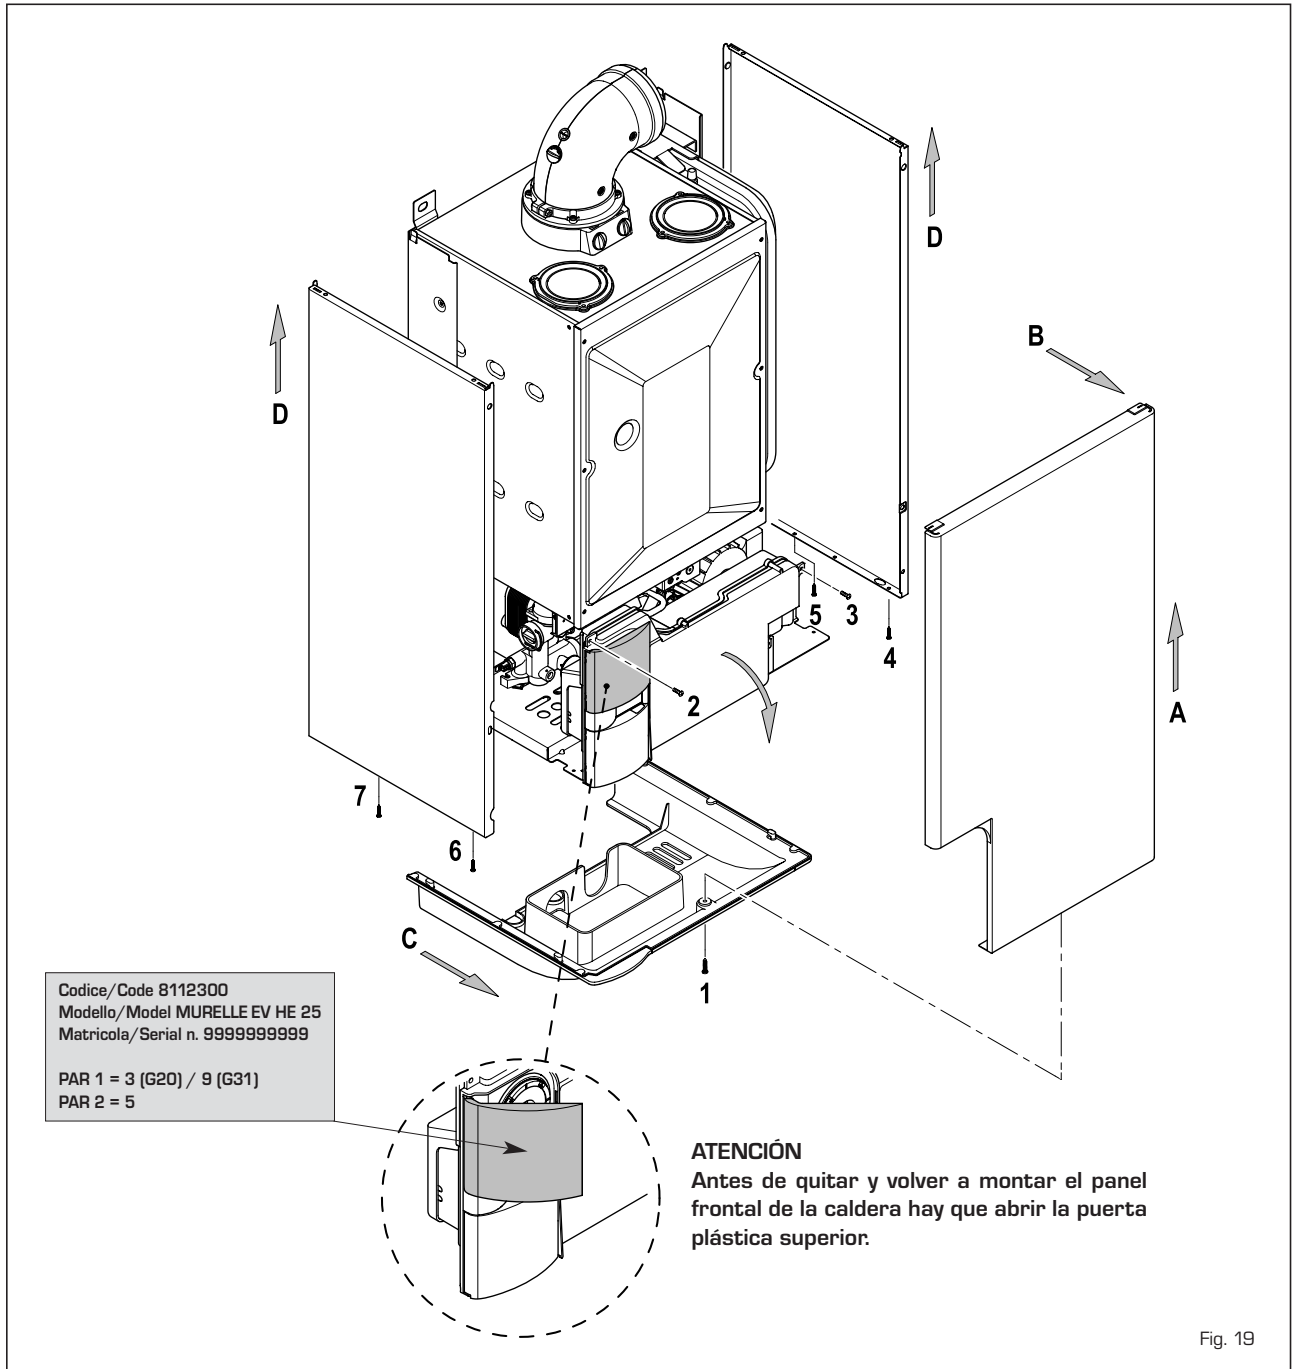

Fig. 19
4.4 DESMONTAJE DE LA ENVOLVENT (fig. 19)
Para un fácil mantenimiento de la caldera es posible desmontar completamente el blindaje como se indica en fig. 19. Girar el panel de mandos hacia delante para acceder a los componentes internos de la caldera.